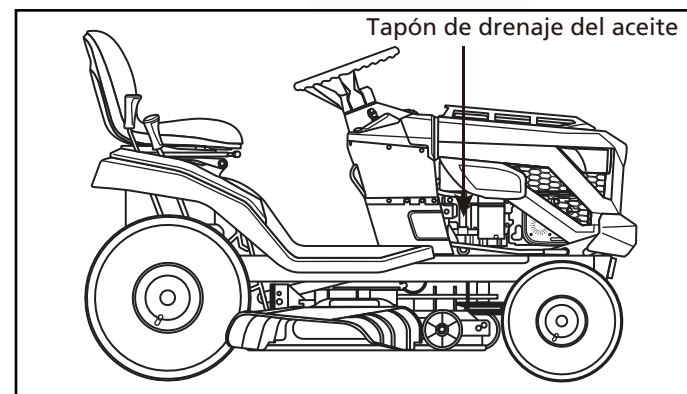

Fig. 32
1. Coloque el aceite en una superficie plana como se muestra en la Fig. 32.